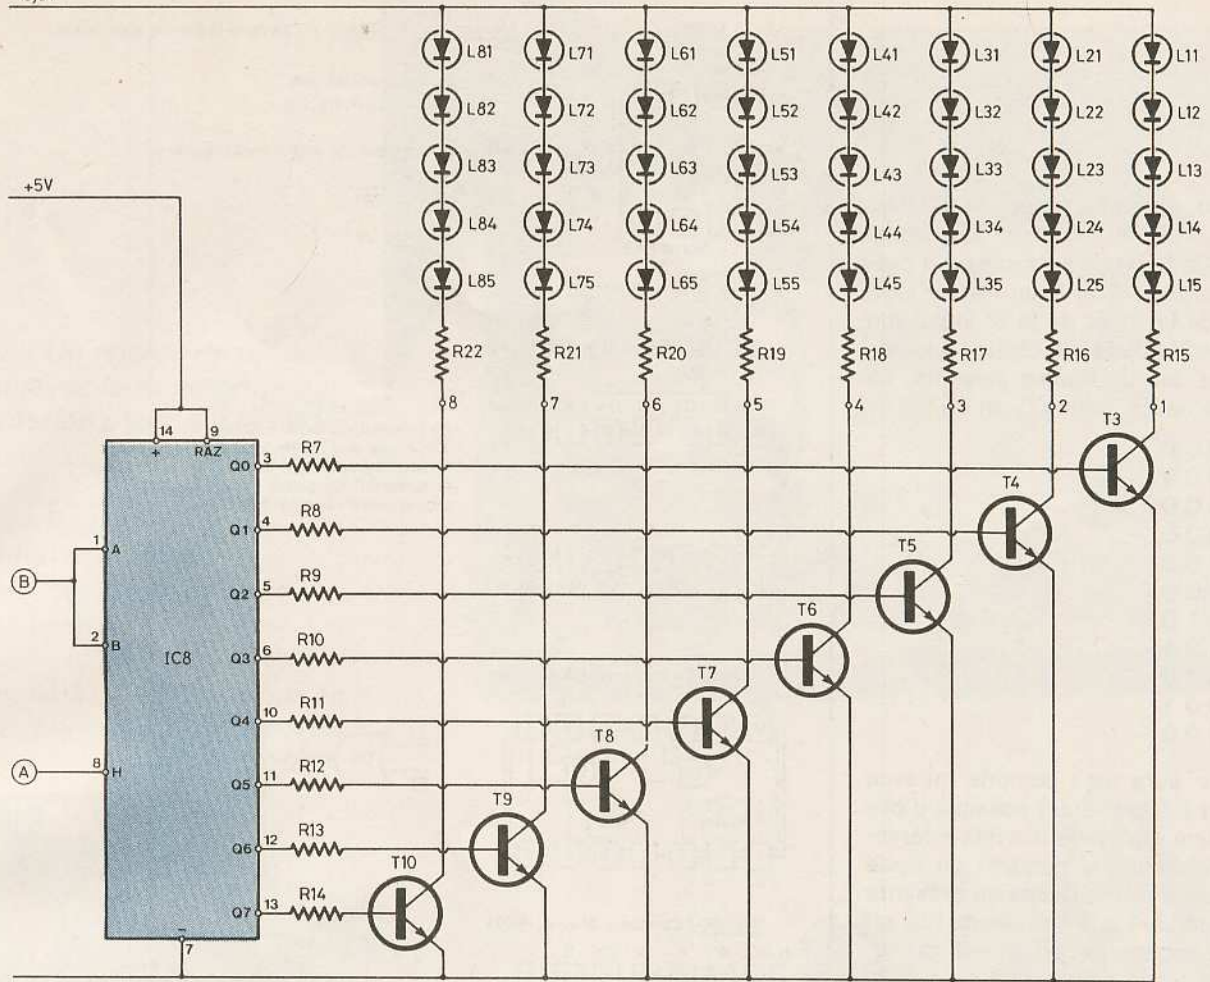

Fig. 3. — Pour le registre à décalage, l'auteur a eu recours à l'utilisation d'un SN 74164 et les diodes ont été pilotées par des transistors PNP.
c) La séquence de base (fig. 3)